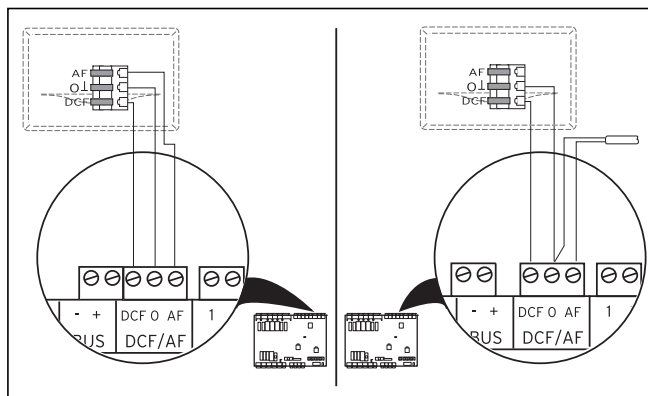

Abb. 7.10 VRC DCF-Empfänger anschließen
- Verdrahten Sie den VRC DCF-Empfänger entsprechend → **Abb. 7.10**: